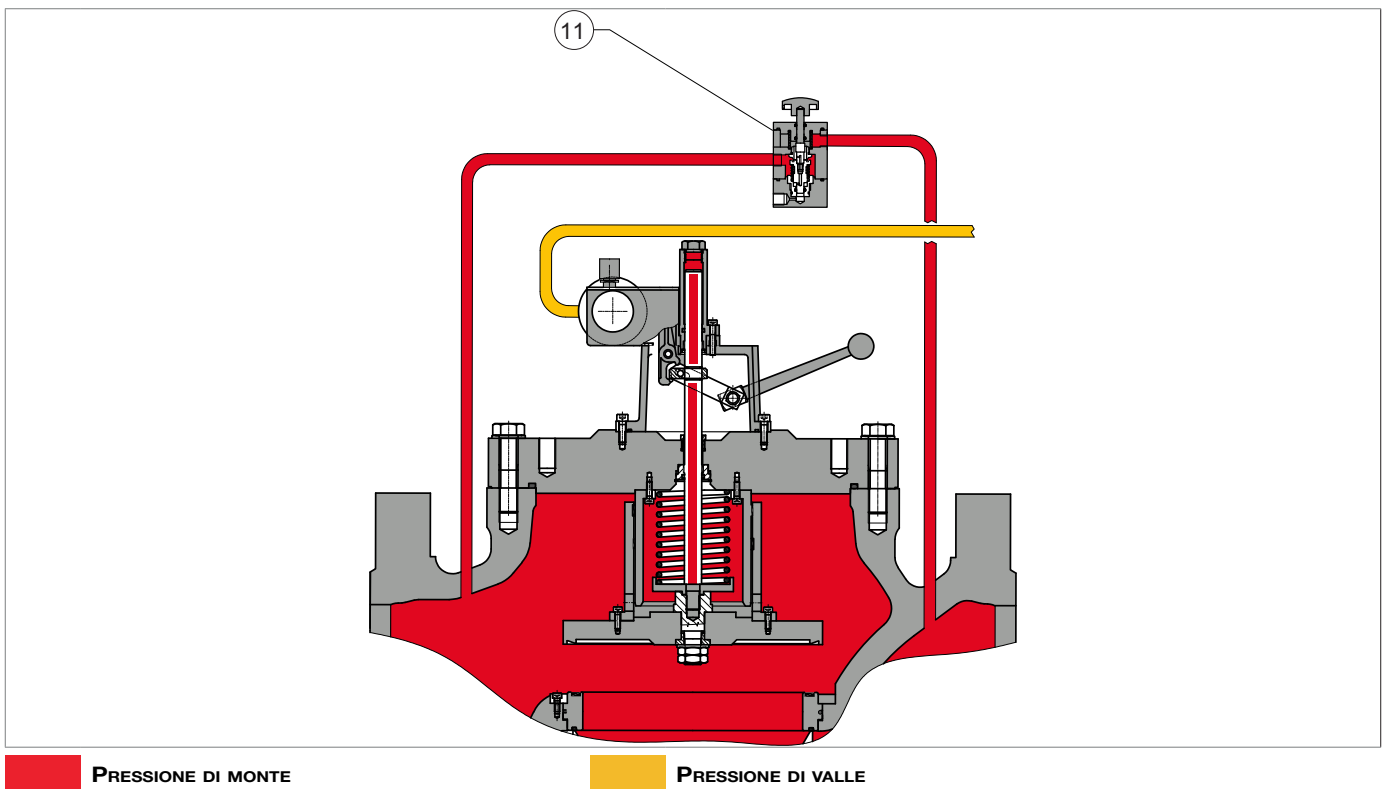

Fig. 4.2. Dettaglio bypass HP2/2 per valvola di blocco SBC 782 10"
**Per la versione 10", il bypass deve essere eseguito utilizzando il dispositivo di bypass HP2/2 (Fig. 4.2, rif. 11).**